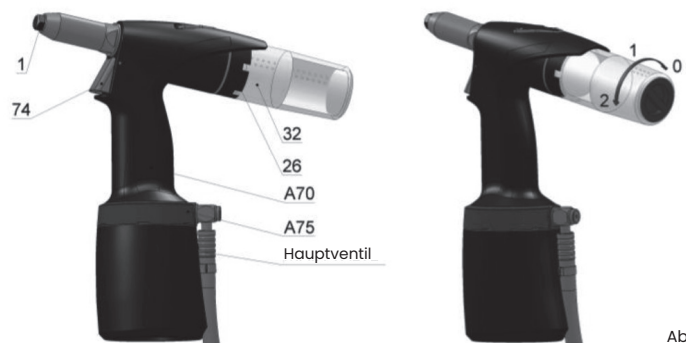

Abb.1
Überprüfen Sie die Öffnung des Handschiebeventils [Hauptventil Abb.1] am Setzgerät. Alle Setzgeräte unserer AS-Serie können zur Überprüfung, oder kurzzeitigen Abschaltung der Absaugeinrichtung schnell von der Druckluft getrennt werden.
Werkseitig ist das Setzgerät mit einem Mundstück /Abb.1 - Pos.1/ für Blindniete mit dem  $\varnothing$  5,0 mm ausgestattet. Die Verwendung von Blindnieten mit anderen Durchmessern [im weiteren Verlauf BN genannt] erfordert die Nutzung geeigneter Mundstücke /Abb.1 - Pos.1/, die sich in dem Auffangbehälter des Setzgeräts oder in der Kartonschachtel befinden.
**Austausch der Mundstücke:** Verbinden Sie das Setzgerät mit der Druckluft, drücken Sie den Drücker und schrauben Sie das Mundstück /Abb.1 - Pos.A75/ mit einem Schlüssel Nr.12 ab. Schrauben Sie ein neues Mundstück auf [gemäß der Tabelle] und ziehen Sie es fest. Jetzt können Sie den Drücker des Setzgeräts loslassen.
Das Setzgerät ist mit einer rotierenden Druckluftzufuhr [360°] /Abb.1 - Pos.75/ ausgestattet, welche die Positionsverstellung des Luftzufuhrschlauches vor und während des Setzgerätsbetriebs ermöglicht. Der Luftschlauch behindert den Nietvorgang in keiner Position.
Das Setzgerät ist mit einem multifunktionellen Drücker /Abb.1 - Pos.74/ ausgestattet:
Das Setzgerät ist mit einem multifunktionellen Auffangbehälter /Abb.1 - Pos.32/ ausgestattet, der die folgenden drei Positionen bietet [siehe Abb.1].
Schieben Sie den Auffangbehälter /Abb.1 - Pos.32/ bis zum Anschlag in die ringförmige Aussparung /Abb.1 - Pos.26/, um den Sperrriegel herunterzudrücken und drehen Sie den Behälter in die Pos. 1 oder 2. Der Auffangbehälter ist jetzt richtig eingesetzt. Die Absaugung muss in Pos. 2 beginnen. Der Auffangbehälter /Abb.1 - Pos.32/ hat Bohrungen für den Luftausgang. Die gegenseitige Lage zwischen Auffangbehälter und Aussparung /Abb.1 - Pos.26/ ermöglicht die Richtung des Luftaustrittes aus dem Auffangbehälter zu verändern.
Drehen Sie den Auffangbehälter /Abb.1 - Pos.32/ bis zum Anschlag in die Position 0 und ziehen Sie ihn aus der ringförmigen Aussparung heraus /Abb.1 - Pos.26/. Hierdurch wird die Absaugung abgeschaltet.
Die Absaugung schaltet sich durch Drehen und Entfernen des Auffangbehälters /Abb.1 - Pos.32/ ab. Setzen Sie den Blindniet in das Loch des Mundstücks auf dem Setzgerät ein. Drücken Sie den Drücker, um die Spannbacken von dem Kopf der Blindniete wegzubewegen. Die Bewegung endet mit dem maximalen Hub. Wenn der korrekte Blindniet für das Mundstück eingesetzt wurde, wird der Nietdorn [Nietvorgang] über einen Hub des Setzgeräts axial gezogen und bricht am Sollbruch. Lassen Sie den Drücker los, um die Spannbacken in die Ursprungsposition zurückzubewegen. Der Restnietdorn kann durch Kippen des Setzgeräts nach vorne aus dem Mundstück entfernt werden /Abb.1 - Pos.1/.
Montieren und Drehen Sie den Auffangbehälter /Abb.1 – Pos.32/ in Position 1, um ihn zu verriegeln. Setzen Sie den Blindniet in das Loch des Mundstücks auf dem Setzgerät ein. Drücken Sie den Drücker, um die Spannbacken von dem Kopf der Blindniete wegzubewegen. Die Bewegung endet mit dem maximalen Hub. Wenn der korrekte Blindniet für das Mundstück eingesetzt wurde, wird der Restnietdorn [Nietvorgang] über einen Hub des Setzgeräts axial gezogen und bricht am Sollbruch. Lassen Sie den Drücker los, um die Spannbacken in die Ausgangsposition zurückzubewegen. Der Restnietdorn kann durch kippen des Setzgeräts nach vorne aus dem Mundstück, oder hinten in den Auffangbehälter transportiert werden.
Durch Drehen des Auffangbehälters /Abb.1 – Pos.32/ in die Position 2 wird die Absaugung eingeschaltet. In dieser Position hält die Saugkraft den Blindniet in Mundstück /Abb.1 – Pos.1/ und ermöglicht so das Arbeiten in jeder Position ohne die Gefahr, dass der Blindniet aus dem Mundstück des Setzgeräts herausfällt. Drücken Sie den Drücker, um den Nietvorgang auszulösen. Sobald Sie den Drücker loslassen, wird der Restnietdorn in den Auffangbehälter transportiert.